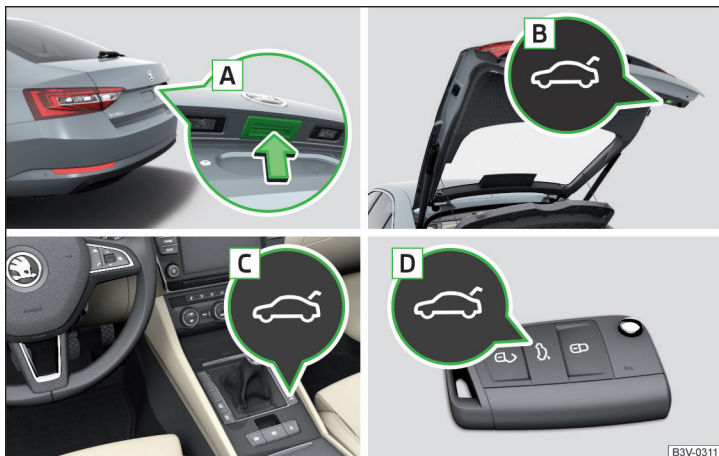

Abb. 38 Klappenbedienung
- ▶ Durch das Drücken des Griffs **A** » Abb. 38.
- ▶ Durch das Drücken der Taste **B** » Abb. 38.
- ▶ Die Taste **B** » Abb. 38 auf Seite 58 gedrückt halten, bis ein akustisches Signal ertönt.
- Die Taste **B** » Abb. 38 auf Seite 58 gedrückt halten, bis ein akustisches Signal ertönt.
| Die Klappe reagiert nicht auf ein Öffnungssignal | Entfernen eines eventuellen Hindernisses (z. B. Schnee), erneutes Öffnen der Klappe » Seite 58 Drücken des Griffs A » Abb. 38 auf Seite 58 und Ziehen der Klappe nach oben |